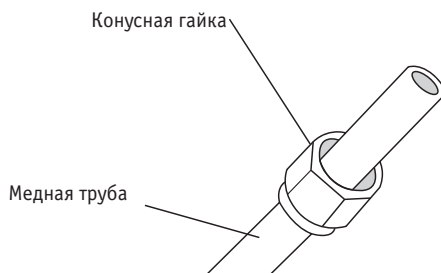

Рис. 23
3. Наденьте конусные гайки на оба конца трубы. Гайки должны быть ориентированы в правильном направлении, поскольку после развальцовки гайки нельзя будет надеть или изменить их ориентацию. См. рис. 23.